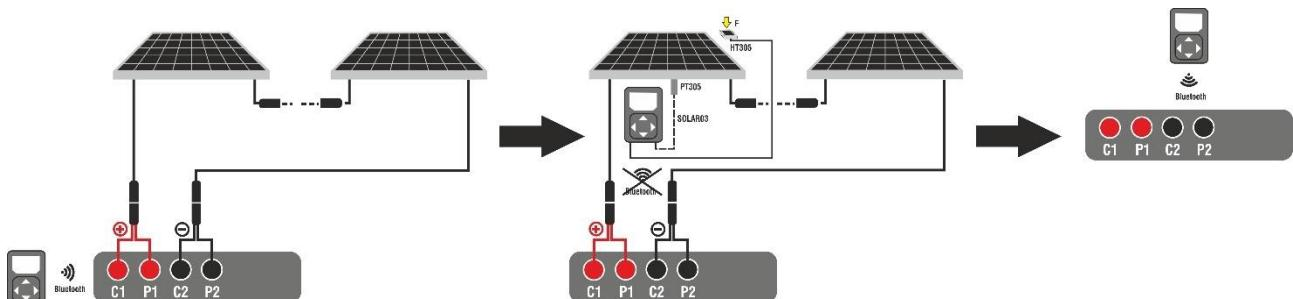
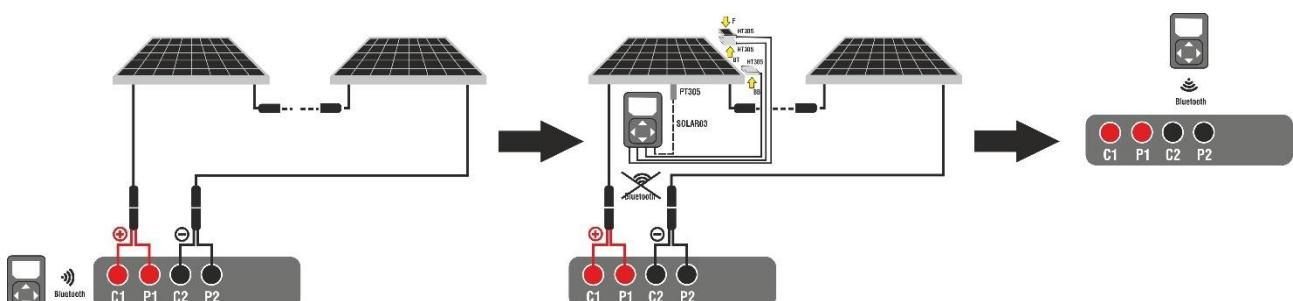

Fig. 69: Utilisation avec SOLAR03 en enregistrement synchrone sur modules Monoface
Fig. 70: Utilisation avec SOLAR03 en enregistrement synchrone sur modules Biface
2. Connectez l'instrument au module/chaîne testé comme indiqué sur la Fig. 69 (Modules Monoface) ou la Fig. 70 (Modules Biface). En particulier, connectez le pôle négatif sortant du module/string aux bornes **P2, C2** et le pôle positif sortant du module/chaîne aux bornes **P1, C1**
3. Rapprochez l'unité distante SOLAR03 de l'instrument comme indiqué sur la Fig. 69 ou la Fig. 70 – côté gauche
8. **Amener l'unité à distance à proximité des modules** et connecter les sondes d'irradiation/température (si nécessaire) comme indiqué dans la Fig. 69 ou la Fig. 70 – côté central. En particulier :
18. **À la fin de la session d'essais**, débrancher l'unité distante SOLAR03, la ramener à proximité de l'instrument (voir la Fig. 69 ou la Fig. 70 – côté droit) et vérifiez la reconnexion automatique avec l'instrument